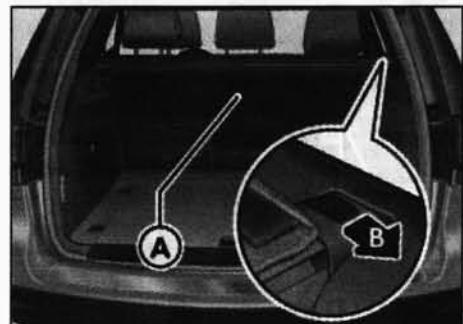

Рис. 1.68. Вытяжная ручка А и дефиксатор В для снятия полки
- Вытяните полку за ручку А (рис. 1.68) назад и зацепите ее с боков.